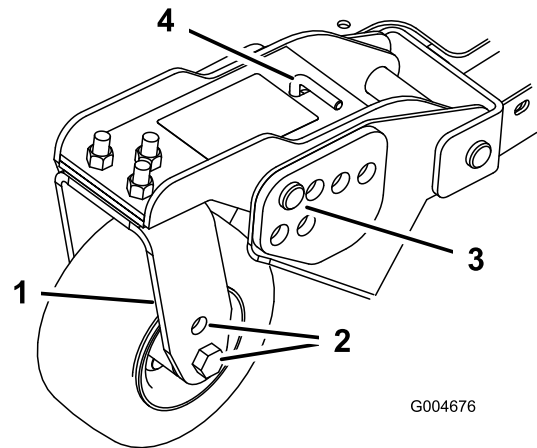
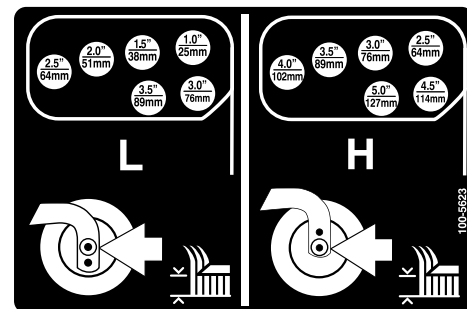

Bild 24
Bild 25
- Stecken Sie die Laufradachsen in allen Laufradgabeln in die gleichen Löcher (Bild 22 und Bild 24).
- Entfernen Sie den Splint und die Lastösenbolzen von den Laufradgelenkarmen (Bild 24).
- Drehen Sie die Spannstanze, um den Gelenkarm anzuheben oder abzusenken, bis die Löcher mit den ausgewählten Löchern in der Schnitthöhenhalterung im Mähwerkrahmen ausgerichtet sind (Bild 24 und Bild 25).